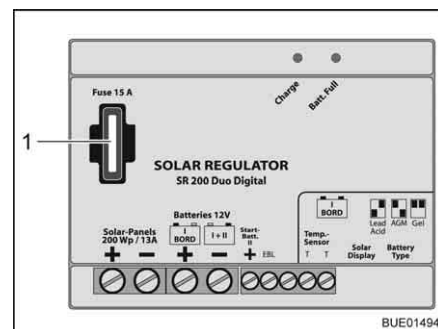

Bild 167 Sicherung Solar-Laderegler 140/200 W
- Flachsicherung 15 A/blau (Bild 167,1) wechseln.